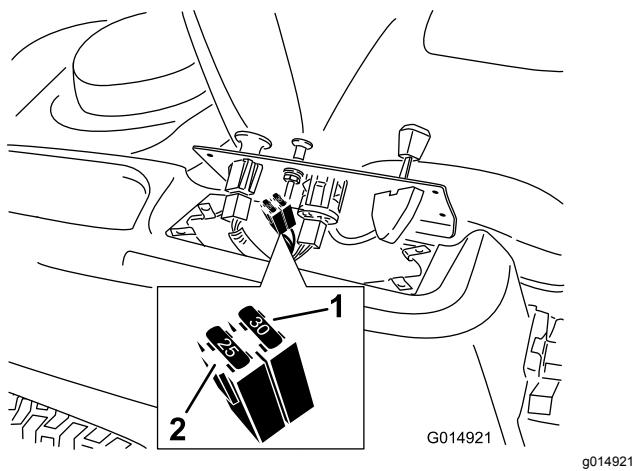

図 54
2. コントロールパネルを持ち上げると、メインワイヤーハーネスとヒューズブロックにアクセスできる図 54。
3. ヒューズは引き抜けば外れる図 54。